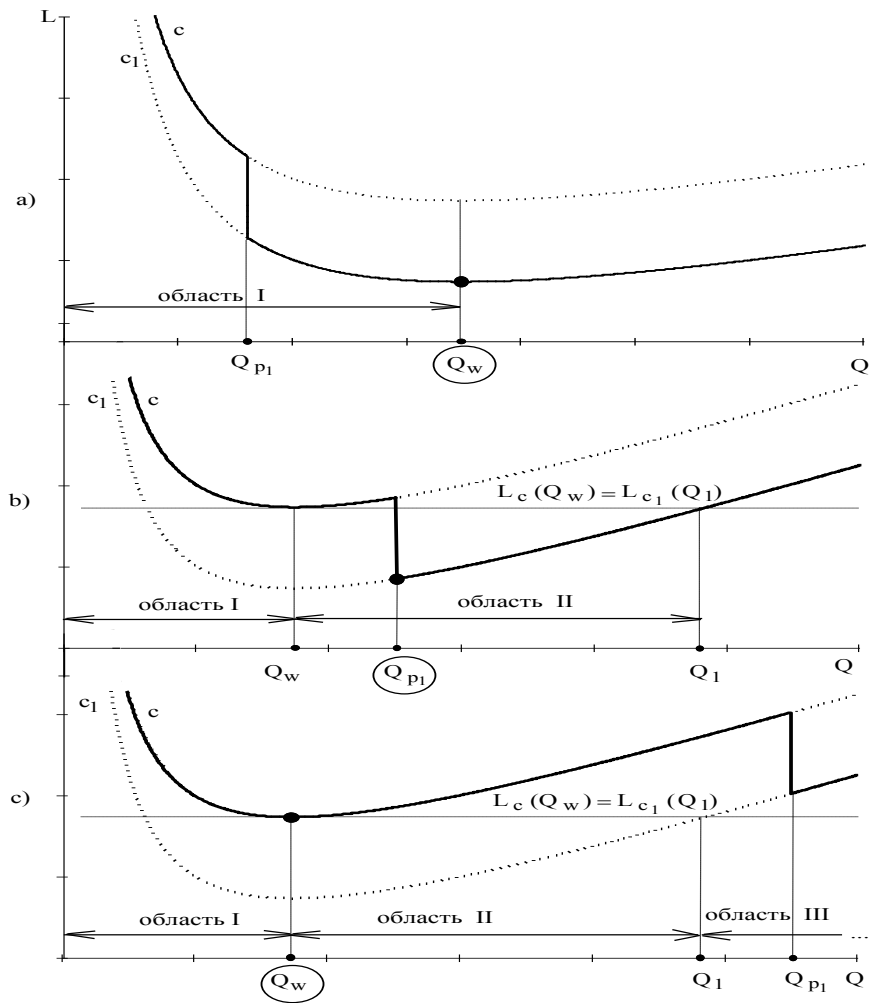

Рис.6 График затрат с учетом скидок: а) $q = q_w$; б) $q = q_{p1}$; в) $q = q_w$
Влияние единственной скидки на общие затраты на УЗ показано на рис.6
Чтобы определить оптимальный размер заказа Q , необходимо проанализировать, в какую из трех областей попадает точка разрыва цены $Q_{\delta 1}$ (см. рис.6). Правило выбора Q для случая с одной скидкой имеет вид:
Правильность решения задач с УЗ со скидками в большой степени определяется *качественно построенным графиком* общих затрат с указанием на графике всех параметров, используемых при решении. Поэтому в первую очередь необходимо анализировать ситуацию графически и только после этого проводить численные вычисления. Например, если внимательно проанализировать ситуации на рис.6, то можно принимать решение без непосредственного использования правила (2). Зрительно легко определить более "выгодный" объем заказа, найдя точку, координата которой по оси L лежит ниже других вариантов заказов.
5. Используя правило (3) и график на рис.6, находим более дешевый объем заказа (с учетом только первой скидки) $Q^1 = Q_{p1} = 200$ [шт.].
8. Используя правило (3) и график затрат, находим наиболее дешевый объем заказа с учетом первой и второй скидок $Q = Q_{p1} = 200$ шт.